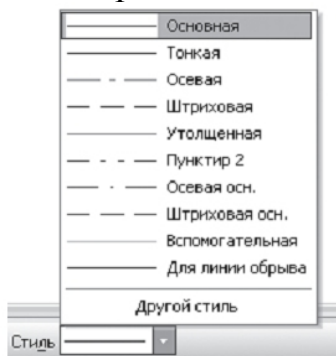

Рис. 2.18.
– на панелі Властивостей клацніть ЛКМ в полі Стиль і клацанням виберіть тип лінії **Основна** (рис. 2.18);